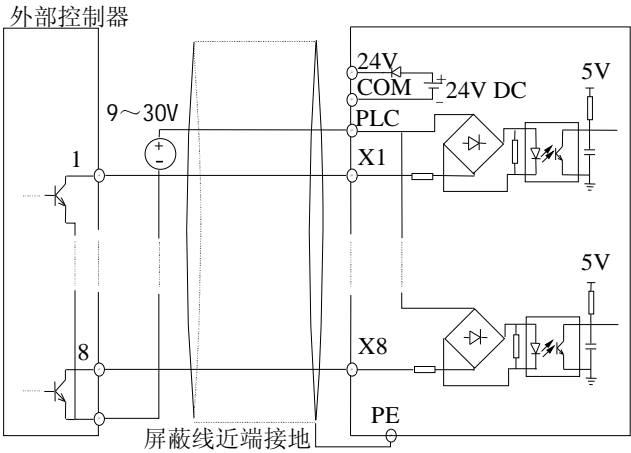

图 2-24 使用外部电源的源极连接方式（31R5PB～35R5PB仅有X1～X5）
3) 使用外部电源的源极连接方式：（注意：31R5PB～35R5PB机型去除内部PLC与24V短接跳线JP1，37R5PB～3400P机型去除PLC与24V端子间的连接线），如图2-24所示。